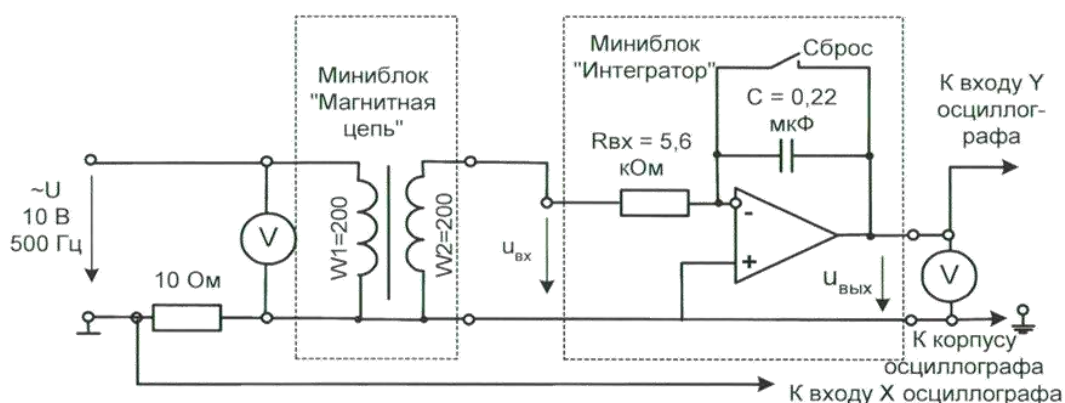
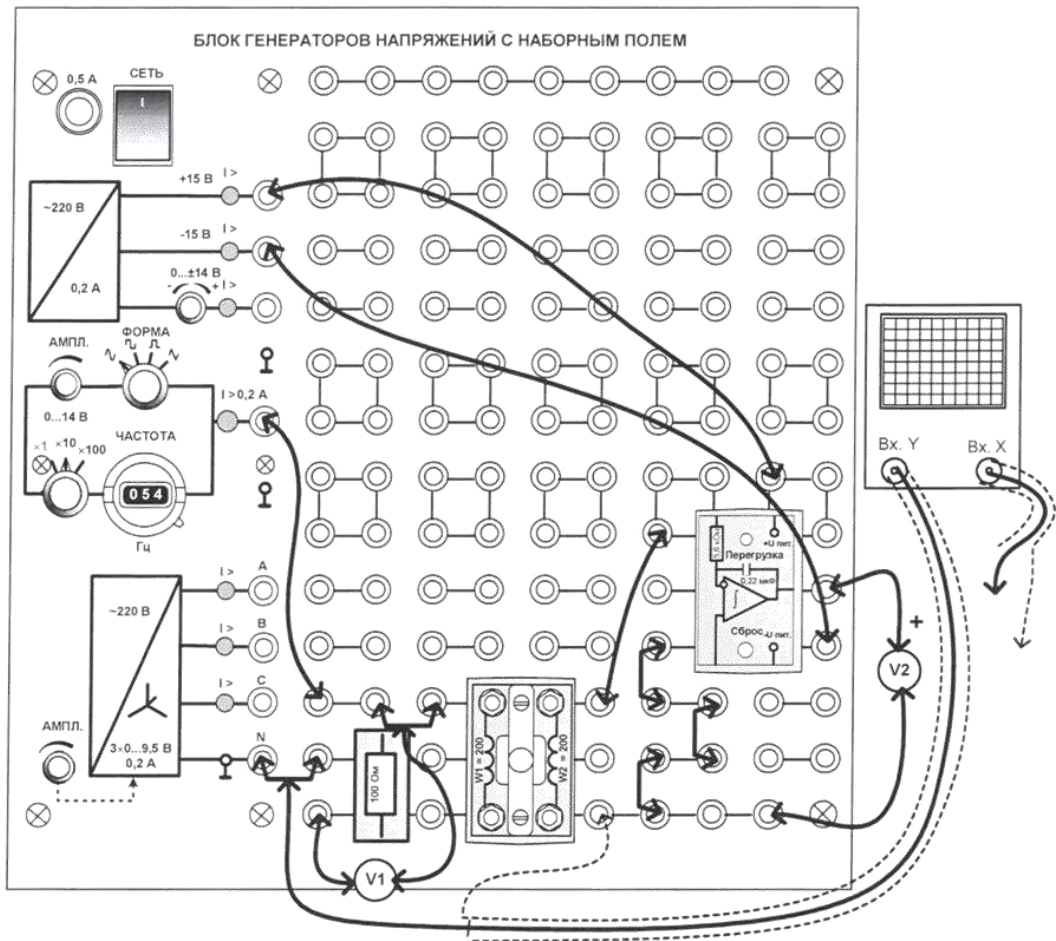

Рис.14.1
Рис. 14.2
Вебер-амперная характеристика магнитопровода $\Phi(iw)$ при переменном токе имеет вид петли (петля гистерезиса), ширина которой зависит от потерь энергии в магнитопроводе на перемагничивание и вихревые токи. При увеличении зазора в магнитопроводе петля вырождается в прямую линию. В данной лабораторной работе петля гистерезиса выводится на экран электронного осциллографа в режиме XY. Принципиальная схема установки показана на рис. 14.1
- Соберите цепь согласно принципиальной схеме (рис. 14.1) и монтажной схеме (рис. 14.2). Для начала включите осциллограф для наблюдения кривой тока (как показано на монтажной схеме)
- Теперь подсоедините выход осциллографа для наблюдения петли гистерезиса(как показано на принципиальной схеме рис. 14.1).